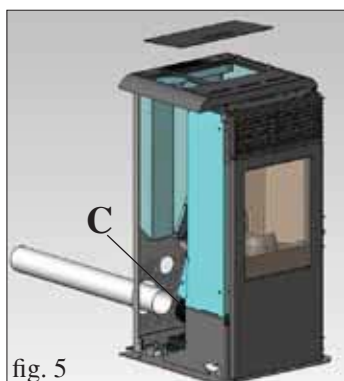

fig. 5
- Retirer la vis située sur le dessus (voir fig. 5 à la page 115)
Relier le tuyau de sortie des fumées (non fourni) arrière au raccord du limaçon des fumées (C - fig.5) au moyen du collier de serrage fourni.
Dans ce cas, il suffit de faire passer le tuyau de sortie des fumées (non fourni) à travers le trou présent dans la partie inférieure du dos en tôle (fig.5).